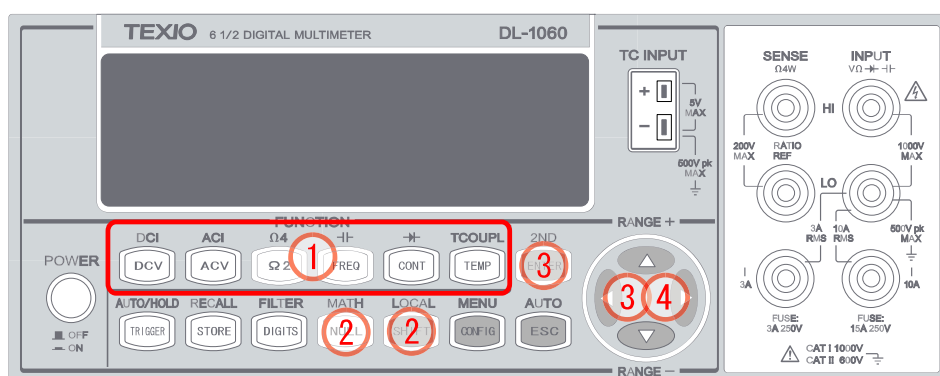

図 3-23
- ① アベレージ測定を行う測定機能を選択してください。
- ② MATH(SHIFT + NULL)ボタンを押して MATH メニューに入ります。
- ③ <◀▶>、ENTER ボタンで “AVERAGE” に移動し、“RUN”で ENTER を押して起動させます。
- ④ 取得した値を読む際は、<◀▶>ボタンで各値に移動します。
- 使用するボタンを図 3-23 に示します。